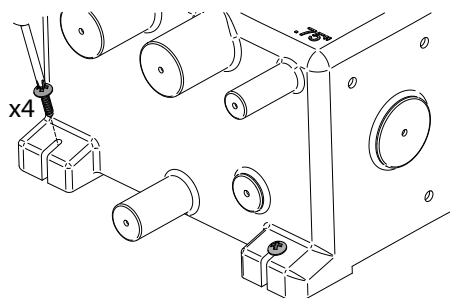
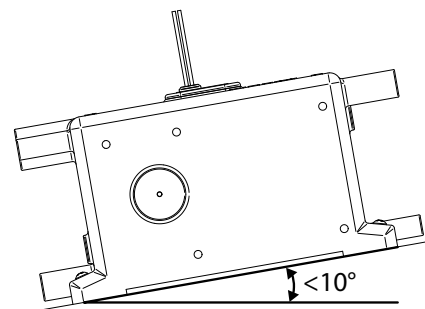

Fig.5 Säkrande av tanken
Fig. 6 Max. möjlig installationsvinkel
- Fig. 5 Säkrande av tanken
- Fig. 6 Max. möjlig installationsvinkel
Step 2: Tanken måste säkras med 4 lämpliga skruvar, genom tankens fötter enligt fig. 5. **OBS:** tankens vinkel får inte överskrida 10° (fig. 6). **OBS:** skruva inte direkt i skrovet – **MÅSTE** monteras på ett skott eller extrabord.